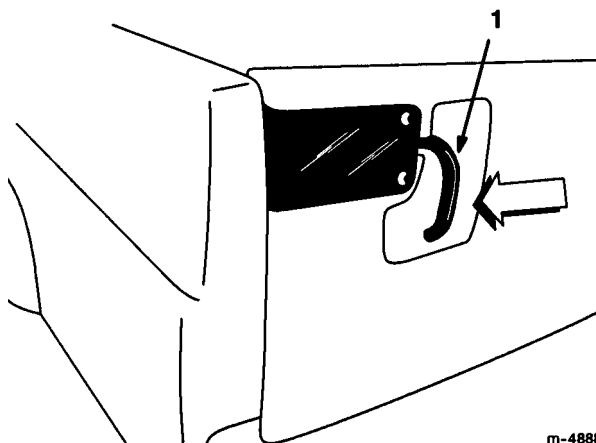

図 11
1. テールゲートを開くには、ラッチを外側に押す（図11）。